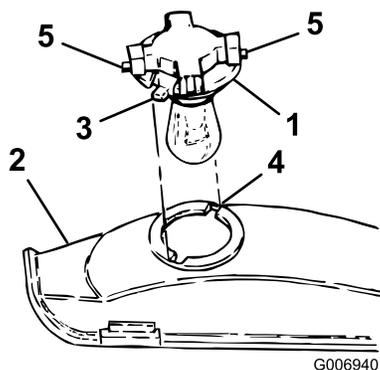

Bild 32
3. Drehen Sie die Birnenfassung um 1/4 Umdrehung nach links und nehmen die Birne aus dem Reflektor heraus (Bild 32).
- Richten Sie die Zungen an der Birnenfassung (Bild 32) mit den Schlitzen im Reflektor aus, setzen die Birnenfassung in den Reflektor ein und drehen Sie die Birne nach rechts um eine 1/4 Umdrehung bis zum Anschlag.